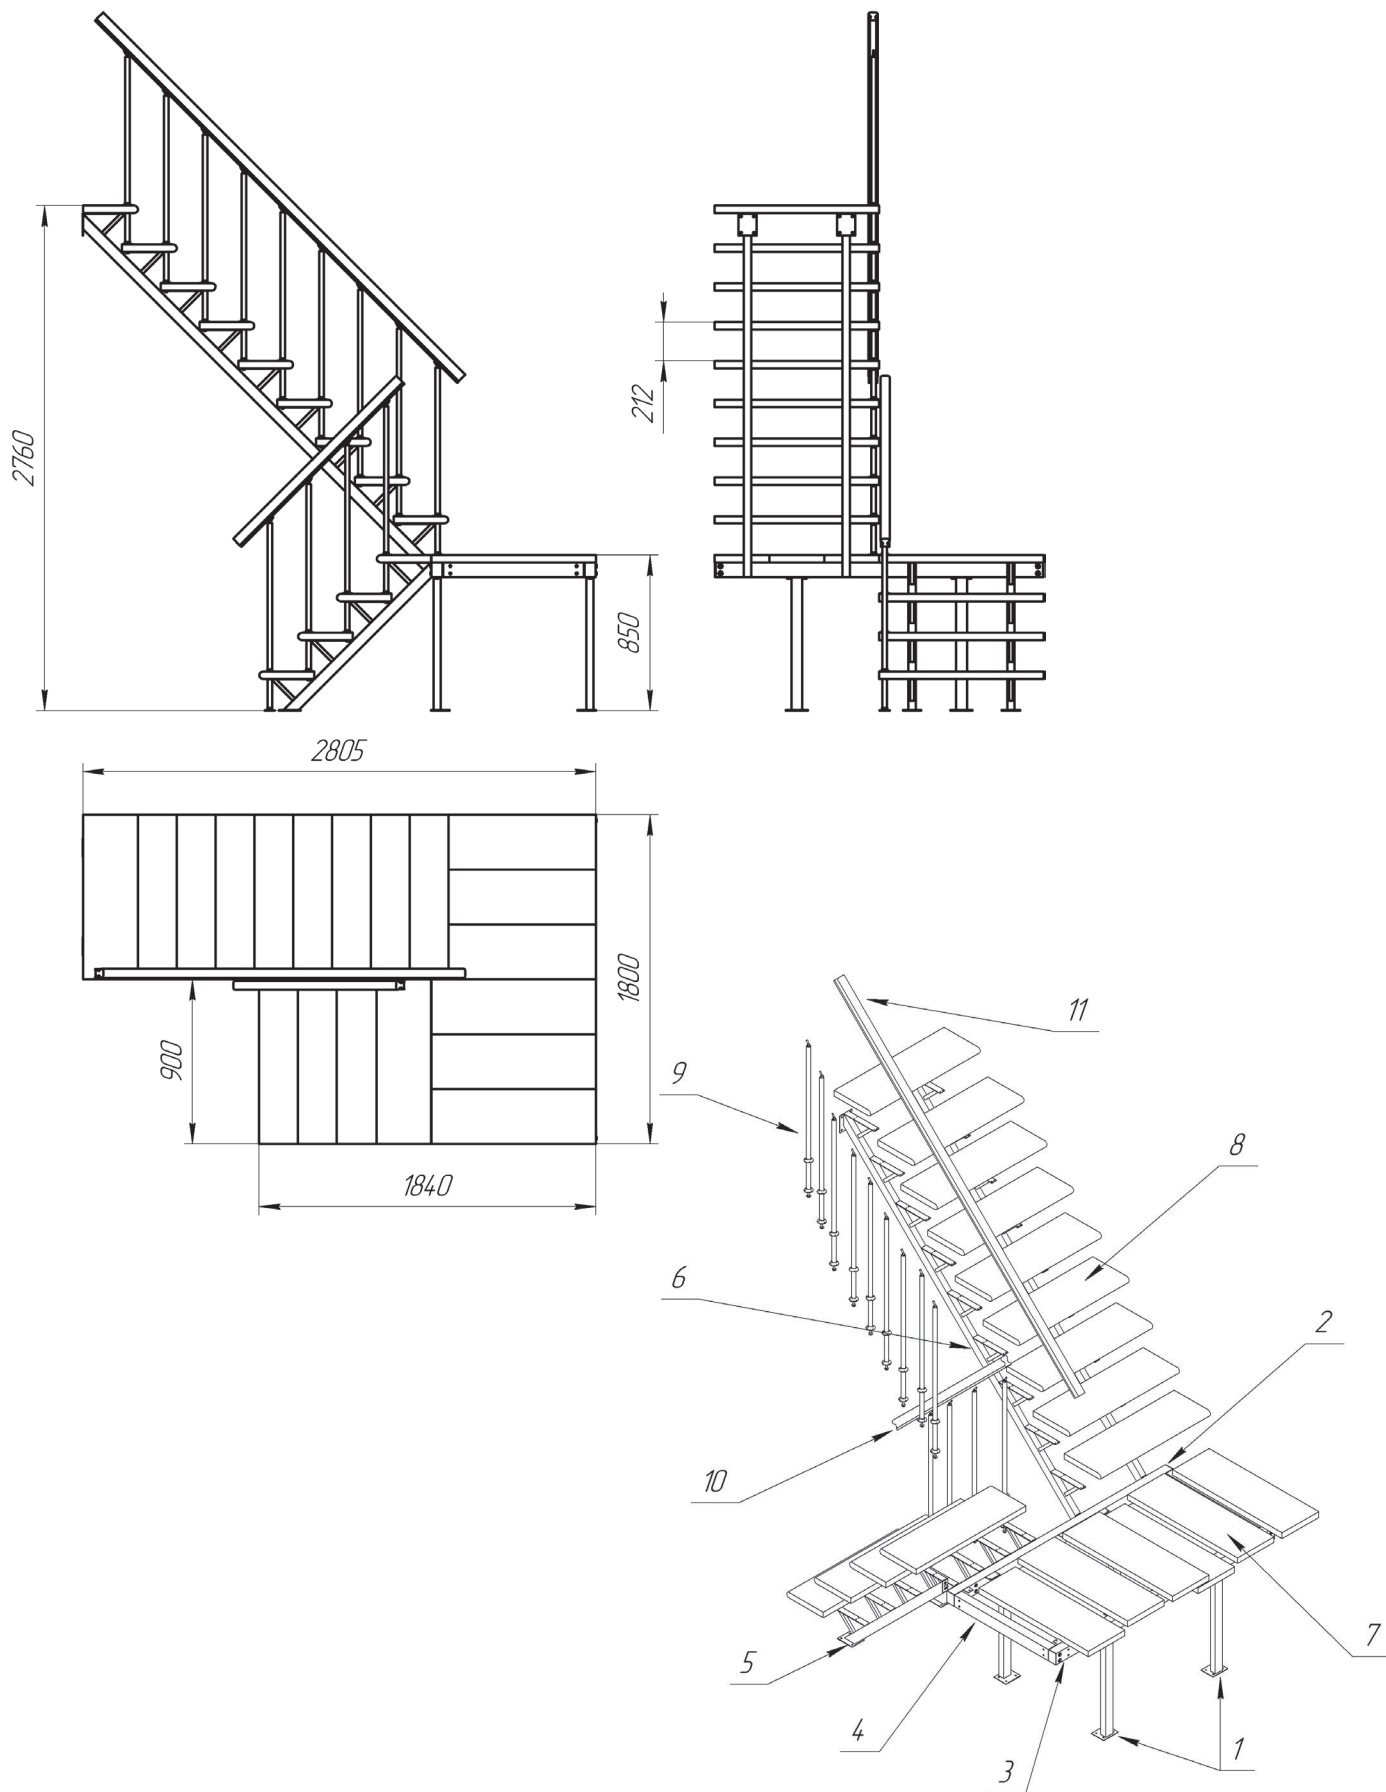

Рисунок 1.
- 2.1. Модификации лестницы - может собираться в левозаходном и правозаходном варианте (см. рис. 1, 2).